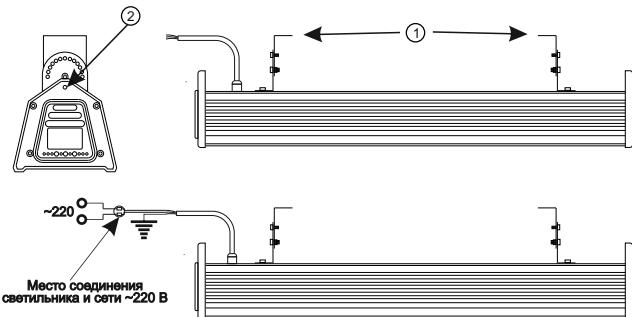

Рисунок 2 — Схема подключения изделия
Светильник SkatLED M-150L(37) может быть как накладным, так и подвесным. При накладном варианте установки, светильник крепится на уголках (рис. 2). В случае подвеса светильника используется трос, который закрепляется в отверстиях в боковых крышких светильника (рис. 2).
Подключение изделия должно производиться при отключенном сетевом напряжении в следующей последовательности (см. рисунок 2):